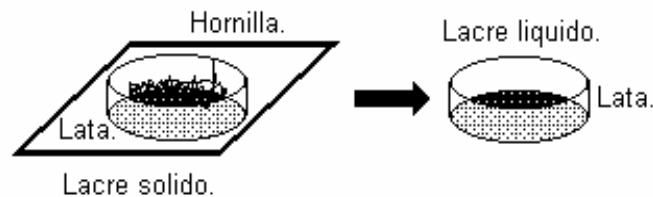

Figura 12: Fundición del lacre.
A) Se funde el *lacre* en una hornilla, colocándolo en el interior de una lata metálica, hasta que este se funda, esto tarda unos dos minutos (**Figura 12**).